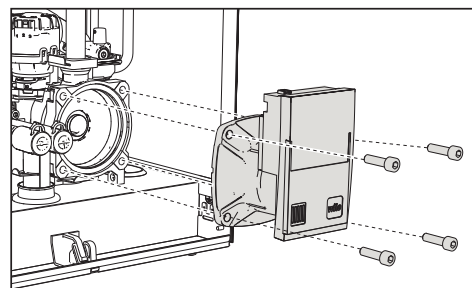

fig. 39
- Svitare e togliere il gruppo motore del circolatore (fig. 39)